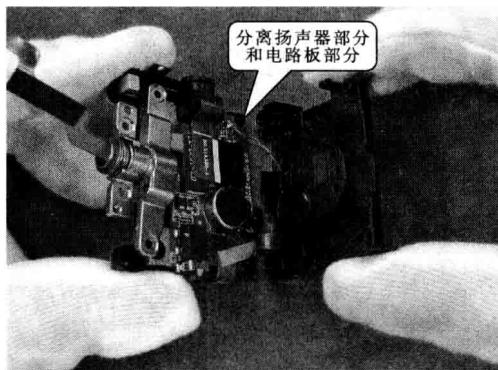

图 1-26 拆卸步骤⑥
步骤⑥ 用手将扬声器和电路板部分进行分离,即看到摄像头、扬声器等器件,如图 1-26 所示。